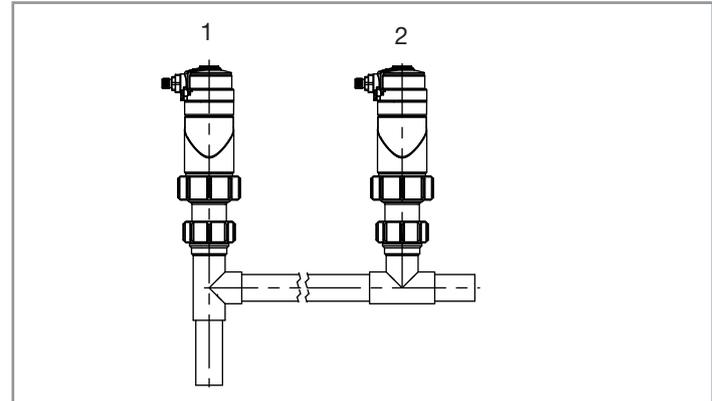

Abb. 10: Montagepositionen des Fittings / der Geräteeinheit in der Rohrleitung.
Wenn der pH-Wert oder das Redoxpotential in Flüssigkeiten gemessen wird, deren Feststoffe Ablagerungen am Rohrboden hinterlassen können, ist Installationsposition 1 zu verwenden (siehe Abb. 10).
- Eine geeignete Position in der Rohrleitung wählen, um das Fitting zu installieren (siehe Abb. 10).